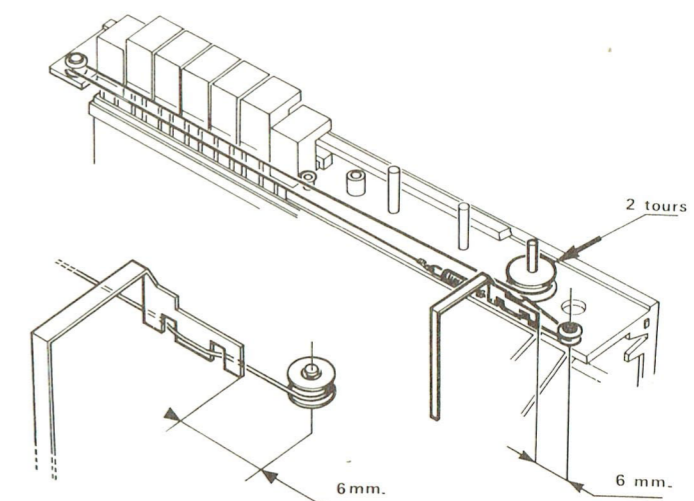

Fig. 2
- 3° - Mettre en place le cordonnet d'entraînement suivant la figure 2.